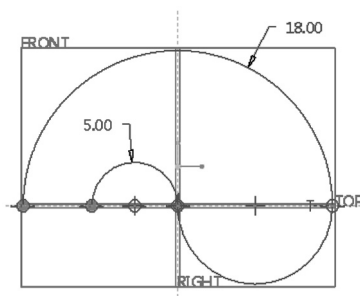

图 4-18 绘制开放的截面
4) 绘制图 4-18 所示的开放截面，单击 (确定) 按钮，完成草绘并退出草绘模式。